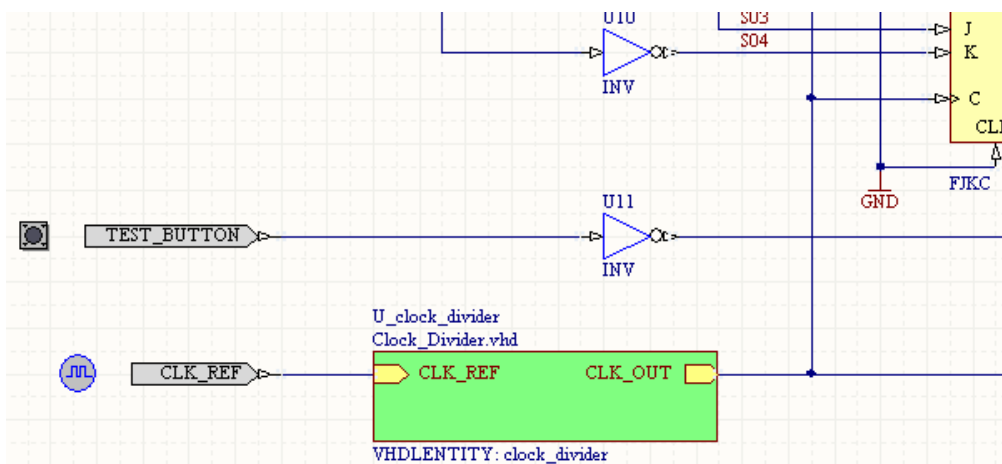

図 28 シートシンボルが付された `Simple_Counter` の回路図。 `Clock_Divider.vhd` サブファイルが配置され、配線されています。
- 新しいシートシンボルを回路図に配置、配線します (図 28)。注意していただきたいのは、**Designator** と **Filename** が自動的に `U_clock_divider` と `Clock_Divider.vhd` に、それぞれ設定されることです。 `VHDLENTITY: clock_divider` パラメータもまた、`value = clock_divider` (VHDL サブファイルにおけるエンティティの名前) として追加されます。